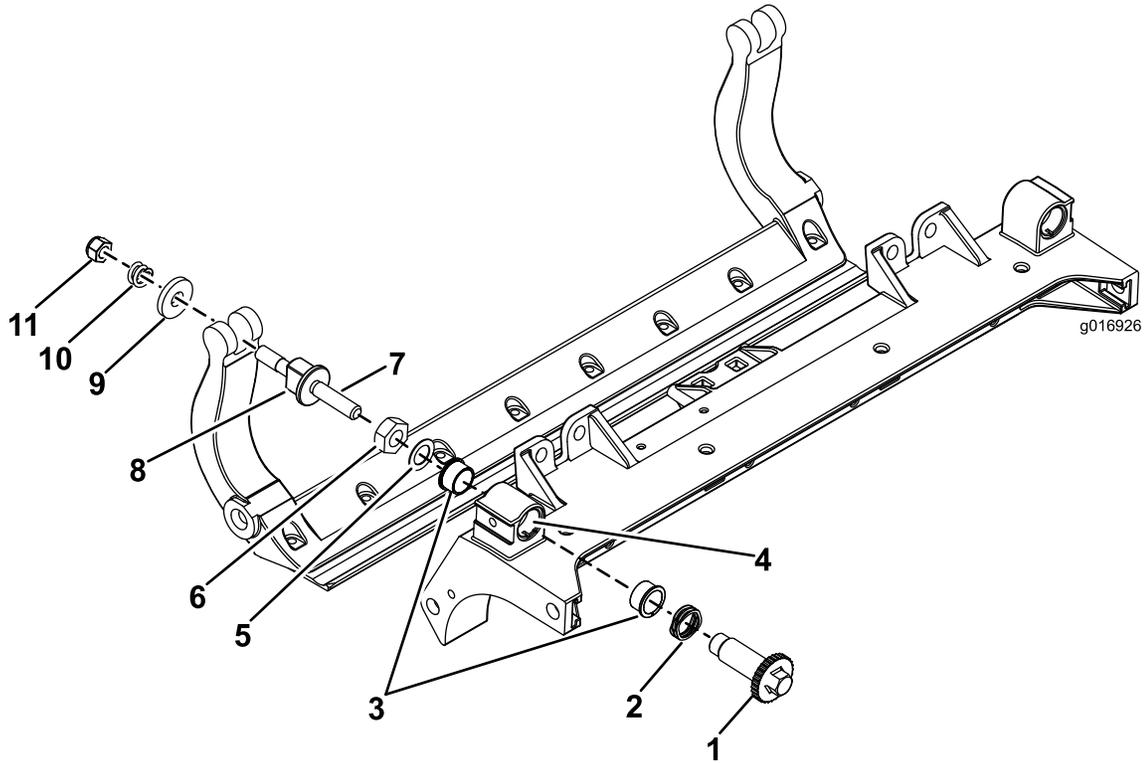

図 33
1. 全部のパーツを取り外すHD DPA キットの 取り付け要領書および図 33を参照。
2. カuttingユニットのセンターフレームのブッシュ挿入場所に固着防止剤を塗布する 図 33。
3. フランジブッシュのキーとフレームのキー溝を揃えて、ブッシュを挿入する 図 33。
4. アジャスタシャフトにウェーブワッシャを通し、アジャスタシャフトをCuttingユニットのフレームのフランジブッシュに通す 図 33。
5. 平ワッシャとロックナットでアジャスタシャフトを固定する 図 33。
12. その外側からスチール製ワッシャを取り付ける 図 33。
注 内側のワッシャには遊びがあってもよい 図 33。
15. 各ベッドバーアジャスタアセンブリを締め付けて圧縮スプリングを完全に圧縮し、そこから1/2回転だけ戻す 図 33。